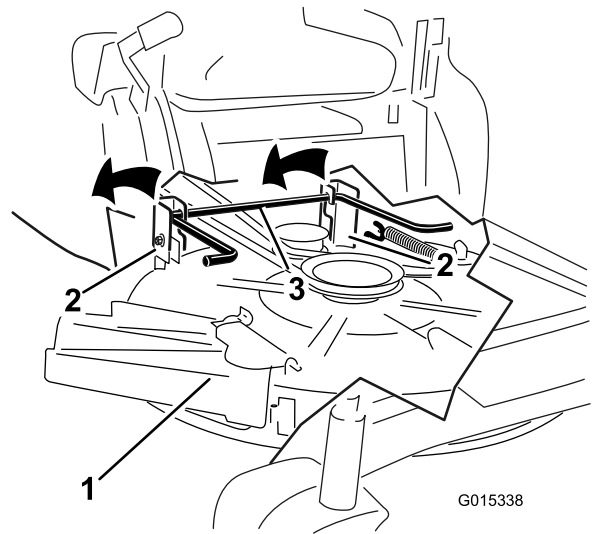

Figura 72
7. Alzate il tosaerba e i supporti di sostegno dall'asta di sollevamento posteriore e abbassate con cautela il tosaerba al suolo (Figura 72).
5. Alzate la parte posteriore del piatto di taglio e guidate i supporti di sospensione lungo l'asta di sollevamento posteriore (Figura 72).